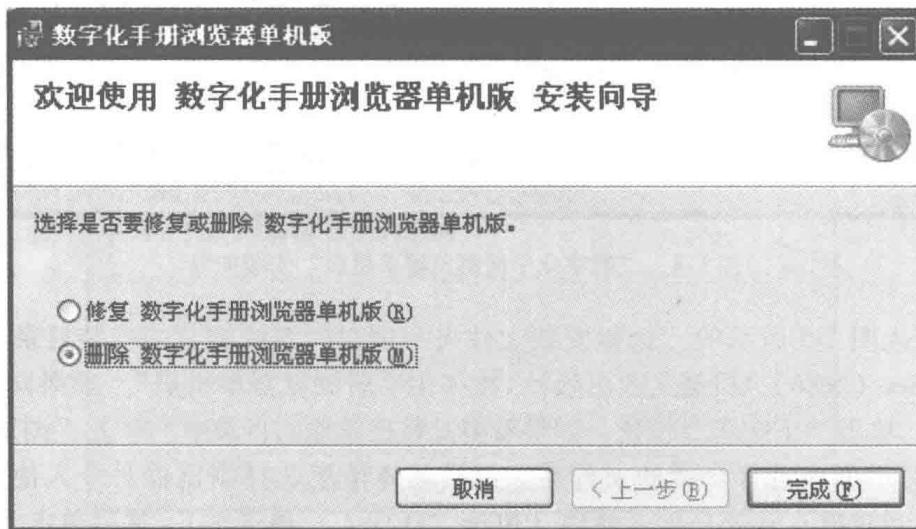

图 1-6 “选择是否要修复或删除数字化手册浏览器单机版”窗口
如果第一次安装失败，在进行下一次安装时，系统会弹出“选择是否要修复或删除数字化手册浏览器单机版”窗口（见图 1-6），选择“删除 数字化手册浏览器单机版 (M)”单选框，单击“完成”按钮，删除此前的安装程序。然后再重新进行安装操作。